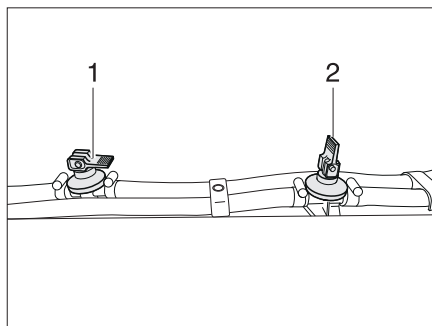

Bild 342 Avtappningskran
- Stäng alla avtappningskranar. Ställ vipparmen (Bild 342,1) i vågrätt läge.